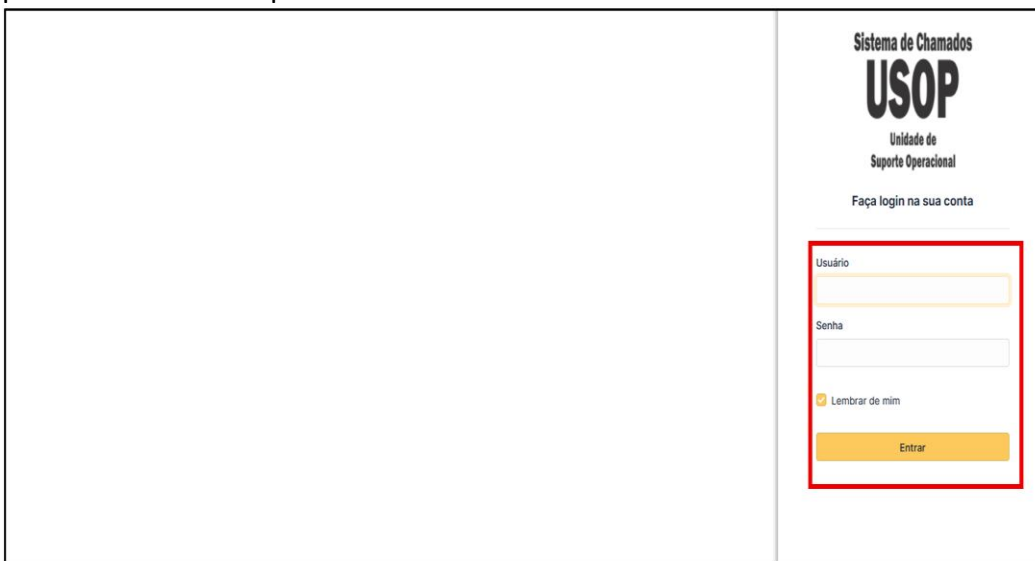

Figura 3 – Tela de login de usuário - (utilizar o mesmo usuário e senha de acesso para login nos computadores)
- Inserir o login e a senha do usuário (Figura 3), utilizando as mesmas credenciais empregadas para acesso aos computadores do HC-UFTM.